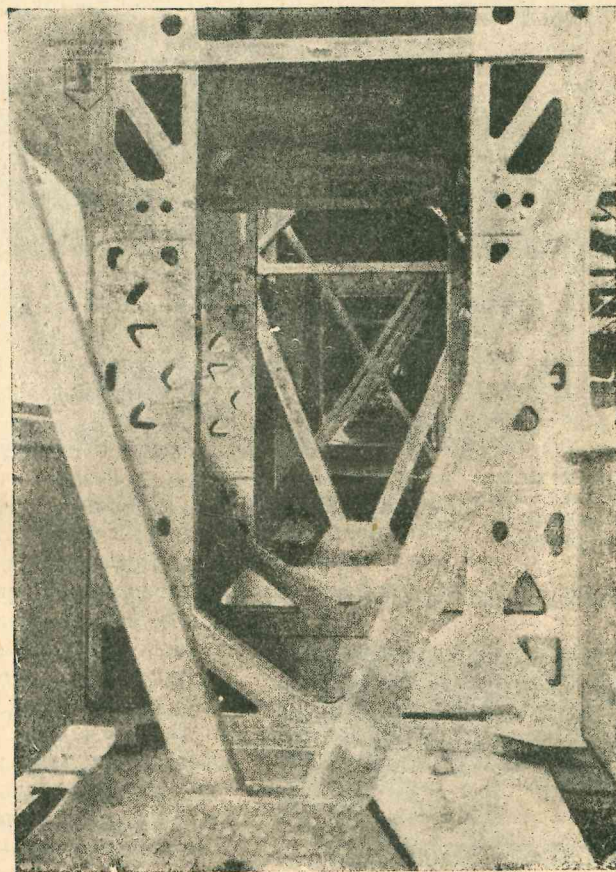

Рис. 5. Клепаная дюралюминиевая ферма фюзеляжа самолета „Рорбах“ постройки 1918 г.
6) Большая толщина дюралюминиевых листов, чем стальных, позволяет увеличить расстояние между клепками и уменьшить их число; тем самым сократить затраты на склепку. (Рис. 5).